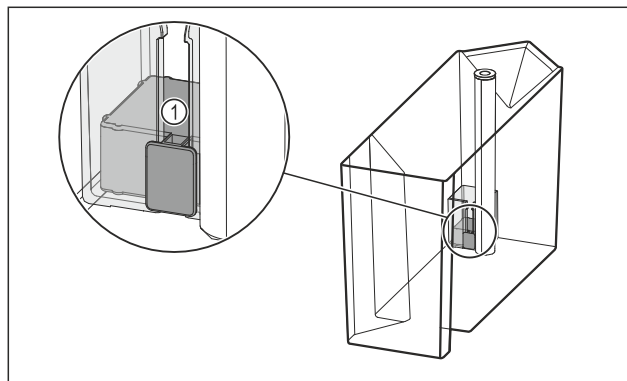

Fig. 139
- Kontrolloni nëse sensorin e nivelit Fig. 139 (1) ka ngecur. Nëse sensorin e nivelit ka ngecur: